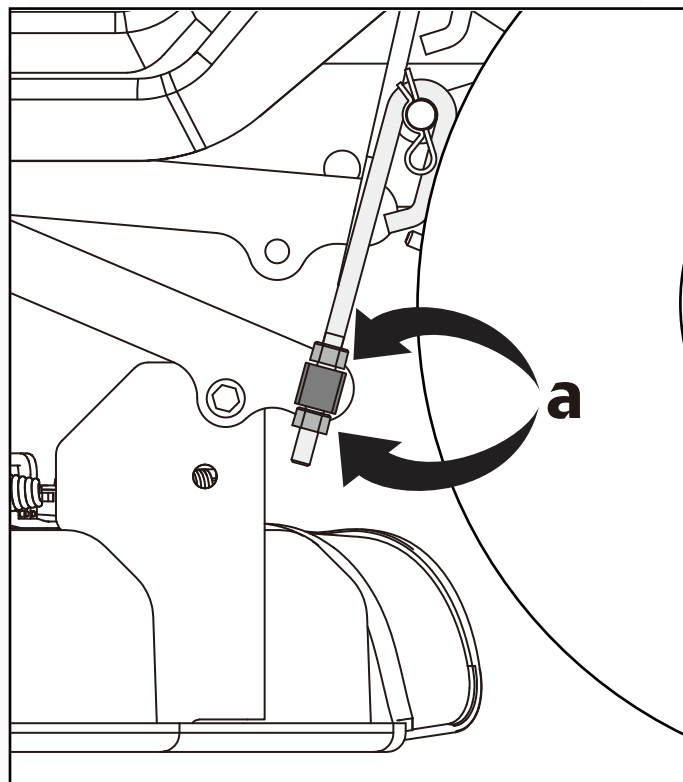

Fig. 29
3. Gire las tuercas de ajuste de arriba para elevar o de abajo para bajar el lado izquierdo de la cubierta de corte. (a, Fig. 29)